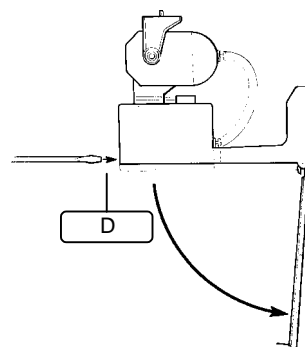

Fig.2
2. Öffnen Sie den Deckel, indem Sie leicht mit einem Schraubenzieher auf der Kerbe **D** (Bild 2)
3. Lassen Sie den Unterdeckel wieder (Bild 2) und entfernen Sie die Aluplatte **B** von der Schwenkvorrichtung